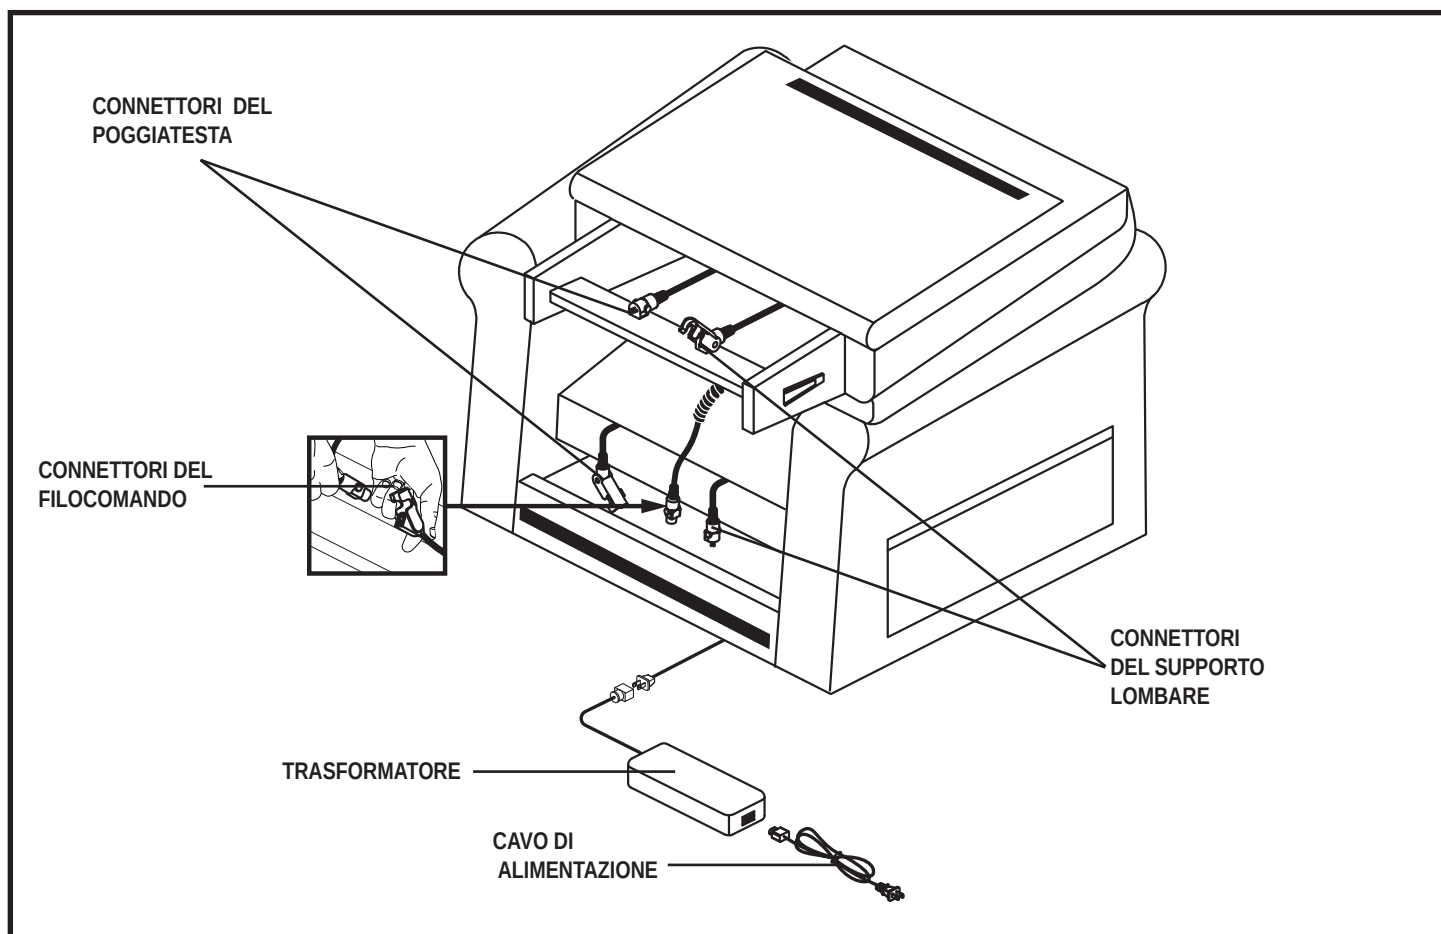

Figura 2. Montaggio della poltrona, trasformatore e collegamenti
3. Estrarre il filocomando dal sacchetto di plastica e collegarlo allo spinotto femmina che si trova nella parte posteriore della poltrona (**vedere la figura 2**).
5. Collegare i connettori del supporto lombare e del poggiatesta, (**vedere la figura 2**). Se il modello prevede solo il poggiatesta, si dovrà collegare unicamente il poggiatesta.
7. Collegare il cavo del trasformatore allo spinotto che si trova nella parte posteriore della poltrona (**vedere la figura 2**).
8. Collegare il cavo di alimentazione al trasformatore (**vedere la figura 2**).